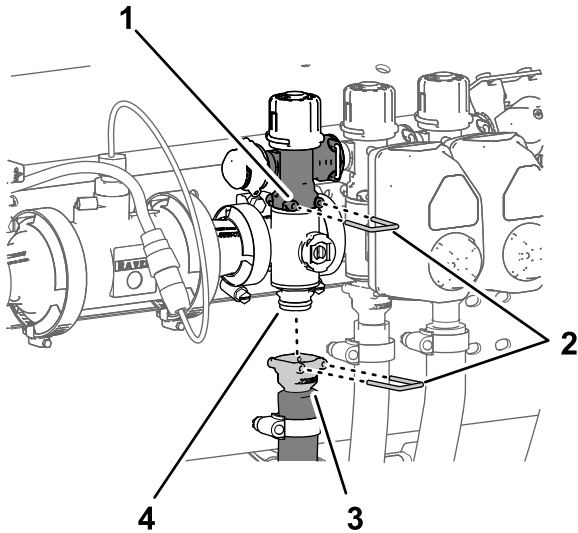

図 120
1. ブームバイパスバルブ用のクイックコネクカップラをブームマニホールドバルブに固定しているクイックコネクピンを外す 図 120。
2. ブーム給液ホース用のクイックコネクカップラをブームマニホールドバルブのクイックコネクフィッティング用のマニホールドに固定しているクイックコネクピンを外す 図 120。